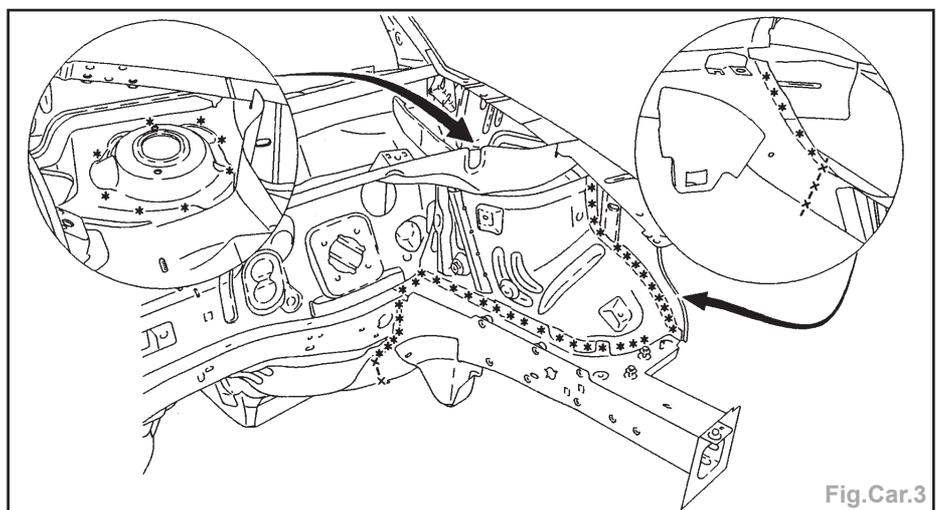

Fig.Car.3
- Dégraver les points à l'aide d'une fraise de \varnothing 8 mm (Fig.Car.3/4).
- Poser la semelle de longeron et souder par points électriques, cordon MAG et points bouchons MAG (Fig.Car.3/4).